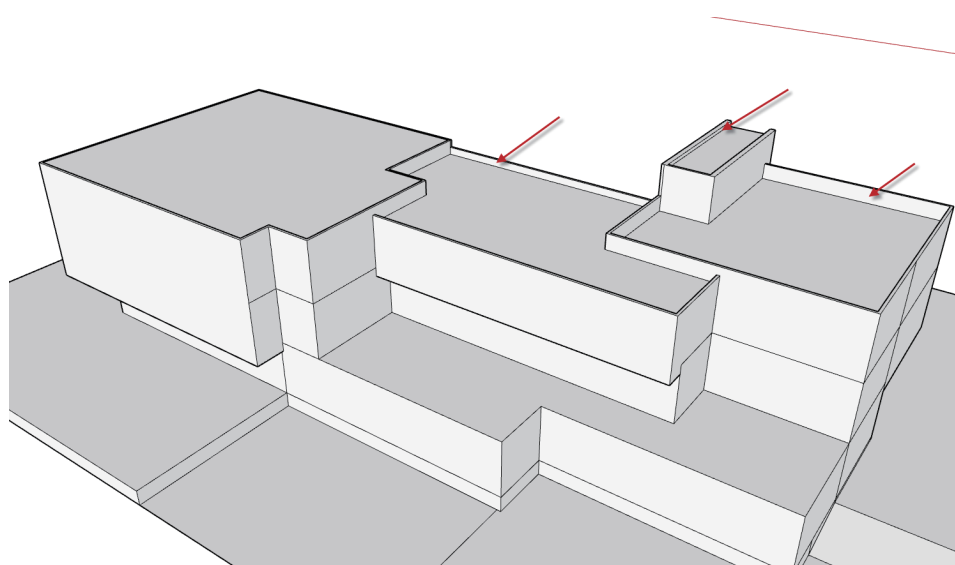

图 1.8 增加女儿墙细节
(4) 增加女儿墙细节。继续使用“推/拉”工具拉出屋顶的女儿墙,如图 1.8 所示。女儿墙的宽度为 200mm,上人屋顶的女儿墙高为 1200mm,不上人屋顶的女儿墙高为 300~400mm。